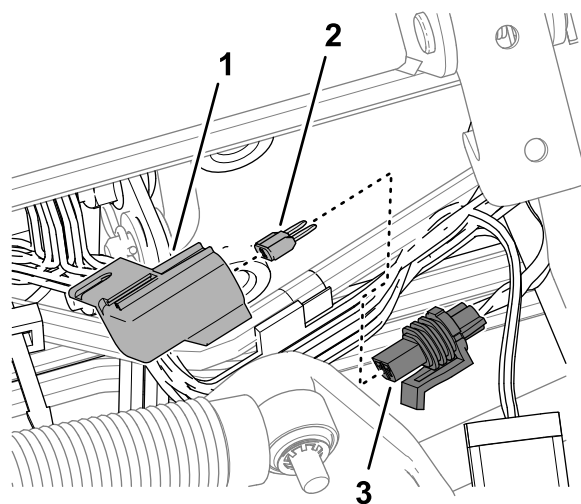

图 98
3. 从标有 10 A 保险丝远程信息处理电源的串联保险丝座上拆下盖子图 98。